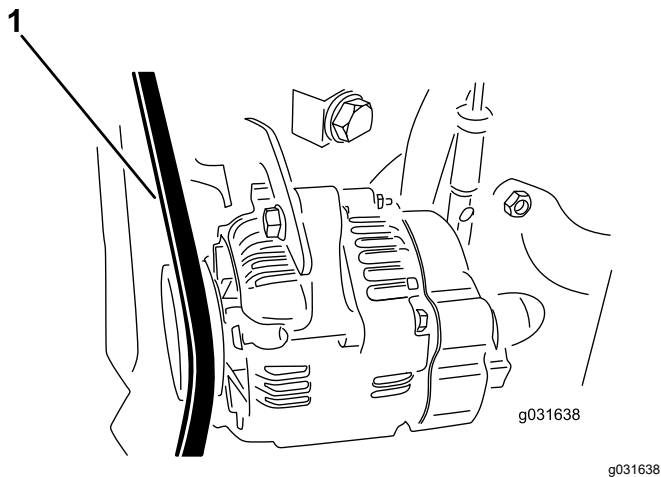

Figura 62
2. Aplicai o foră de 30 N asupra curelei alternatorului, la jumătatea distanței dintre roile de antrenare (Figura 62).